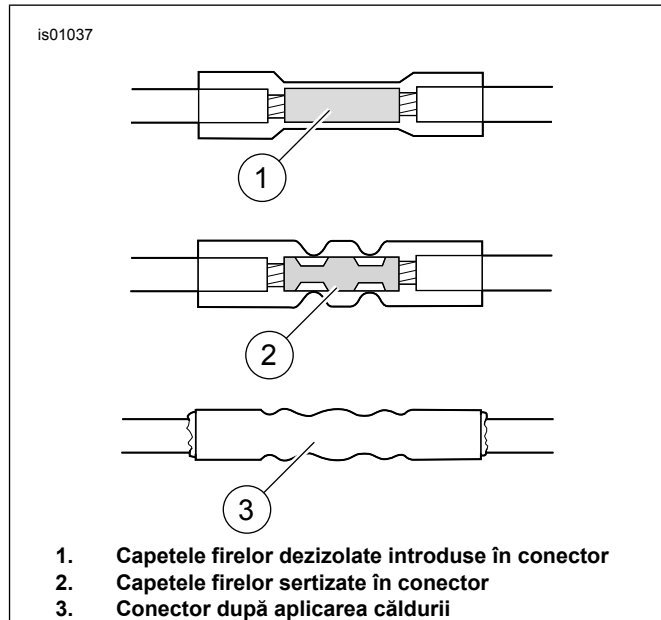

Figura 9. Conexiuni de îmbinare sigilate
- e. A se vedea figura 9. De la capetele tăiate, introduceți un fir portocaliu/alb într-un capăt al conectorului de îmbinare. În celălalt capăt al conectorului de îmbinare, introduceți celălalt fir portocaliu/alb cu sârmă roșie din cablajul adaptorului.
- A se vedea figura 9. Introduceți firul portocaliu/alb de la pasul 4b într-un capăt al conectorului de îmbinare sigilat.
- A se vedea figura 9. Introduceți firul roșu din cablajul adaptorului în celălalt capăt al conectorului de îmbinare sigilat.